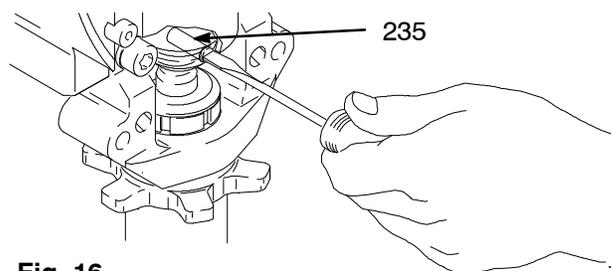

Fig. 16
5. Fig. 16. Utilize uma chave de parafusos: empurre a mola retentora para cima e retire o pino (235).
2. Fig. 16. Empurre o pino (235) em direcção ao orifício. Empurre a mola retentora para a ranhura, à volta da biela.